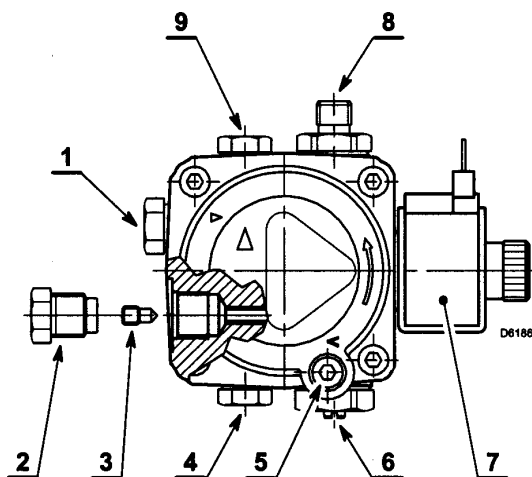

рис. 4
- Насос предназначен для двухтрубной схемы. Если вы хотите сделать однотрубную схему, необходимо вывинтить пробку для обратного трубопровода (2), отвинтить винт байпаса (3) и потом снова закрутить пробку (2) (Смотри рисунок 4).
В системе, изображенной на рисунке 5 достаточно ослабить штуцер вакуумметра (8, рис. 4) и подождать, пока не начнет выходить топливо.